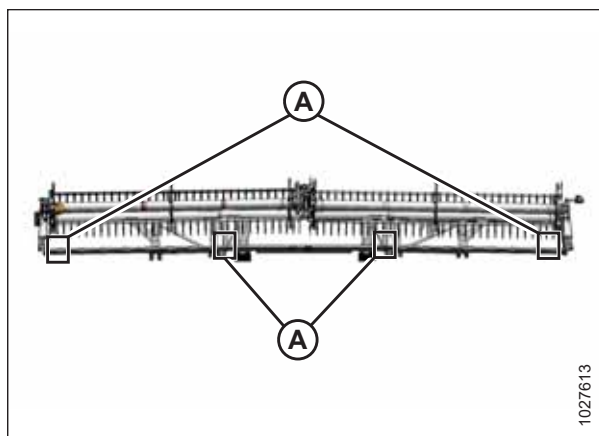

Figura 4.263: Locațiile de măsurare în cazul FlexDraper® – Rabator dublu
- Hedere cu rabator dublu: Figura 4.263, pagina 446